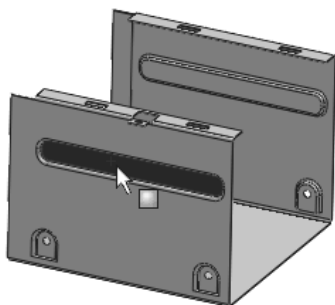
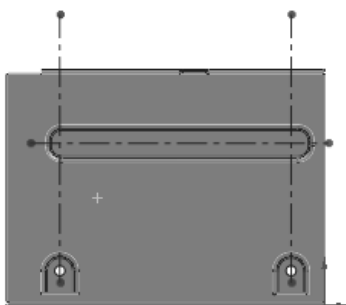

图 10-208 选择绘图基准面
图 10-209 绘制构造线
(23) 绘制草图。单击图 10-208 所示的面作为基准面, 单击“草图”工具栏中的  (中心线) 按钮, 绘制三条构造线, 一条水平构造线和两条竖直构造线, 两条竖直构造线通过箭头所指圆的圆心, 如图 10-209 所示。添加水平构造线如图 10-210 所示。